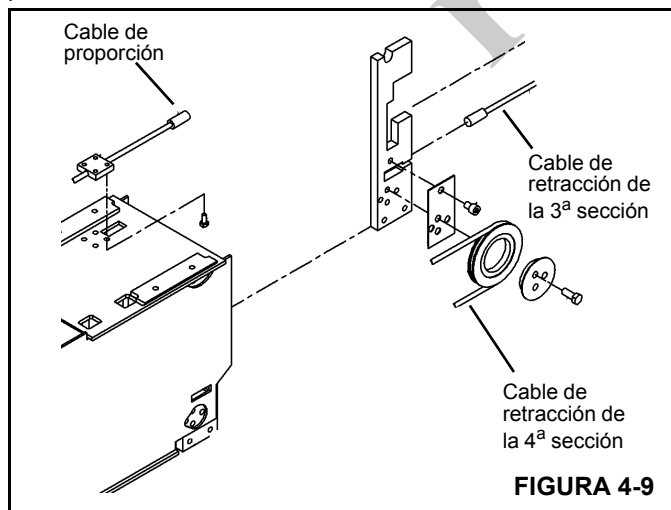

FIGURA 4-9
Instale la placa retenedora sobre el extremo del cable (Figura 4-9).
- d. Coloque el cable desenrollado en una zona segura para evitar que sufra daños (Figura 4-9).